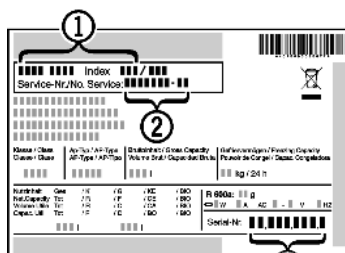

Fig. 43
- ▶ Označení přístroje Fig. 43 (1), servisní číslo Fig. 43 (2) a sériové číslo Fig. 43 (3) naleznete na typovém štítku. Identifikační typový štítek je umístěn na levé vnitřní stěně přístroje.